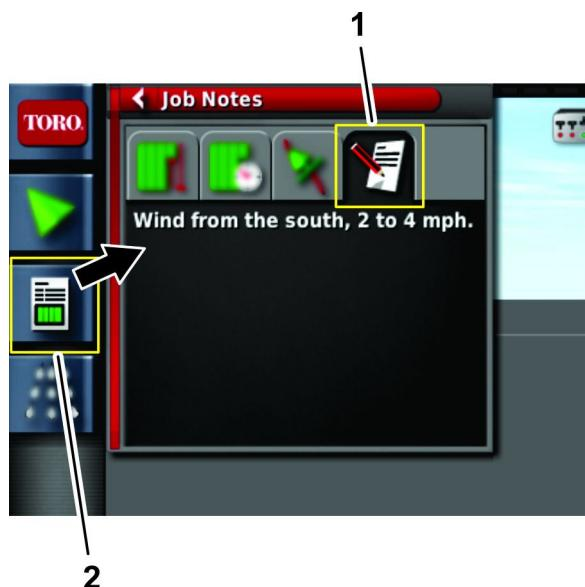

Рисунок 87
1. Выберите значок информации о рабочем задании (Рисунок 87).
2. Нажмите на значок примечаний к рабочему заданию (Рисунок 87).